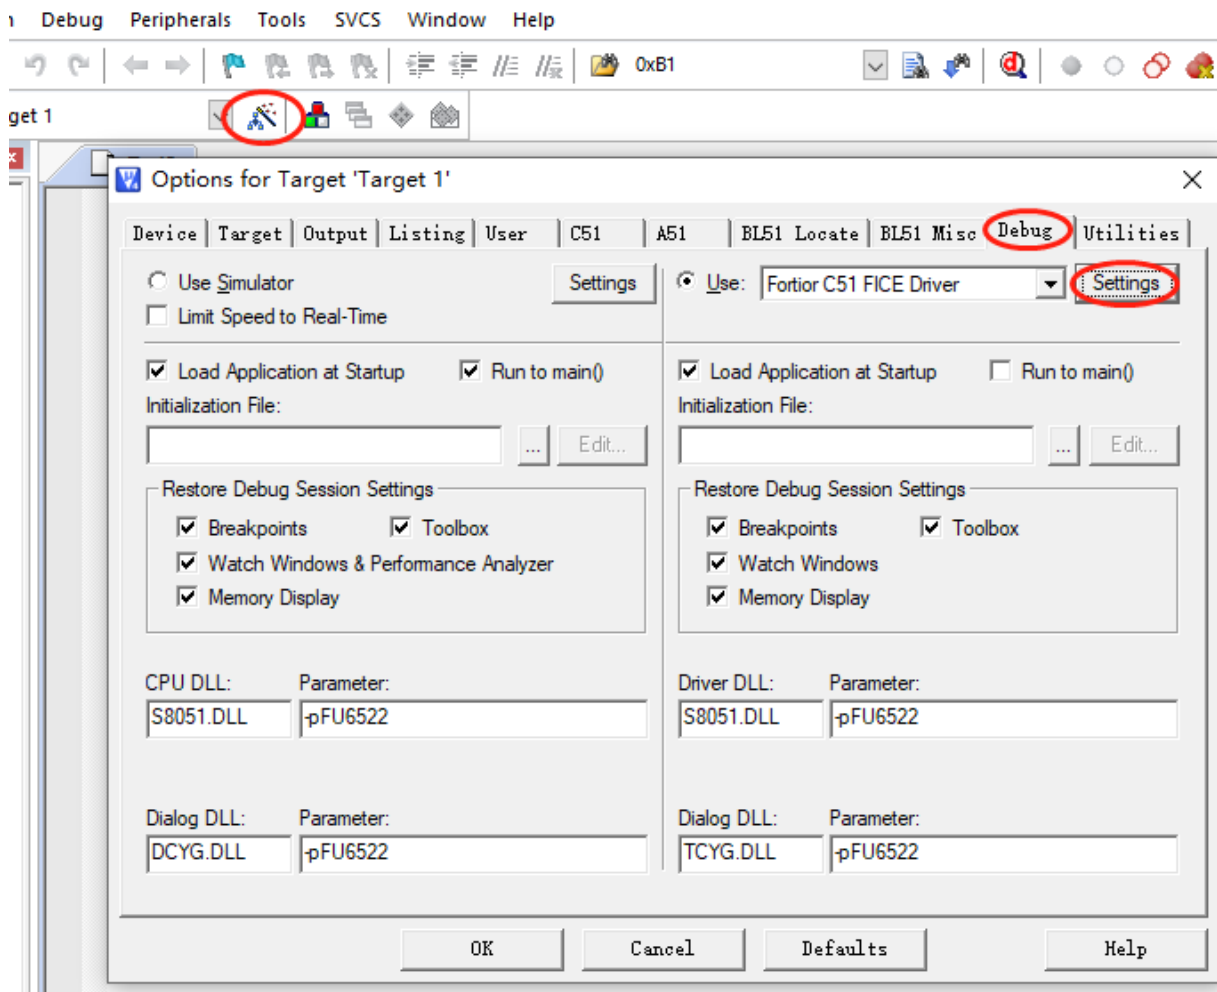

图 33-1 代码保护配置
1. 打开 8051 集成开发工具，编译前进入 Target Options 中并选择 Debug 选项卡，按照上图 33-1 所示进行选择，并点击 Settings 进入下一步设置；